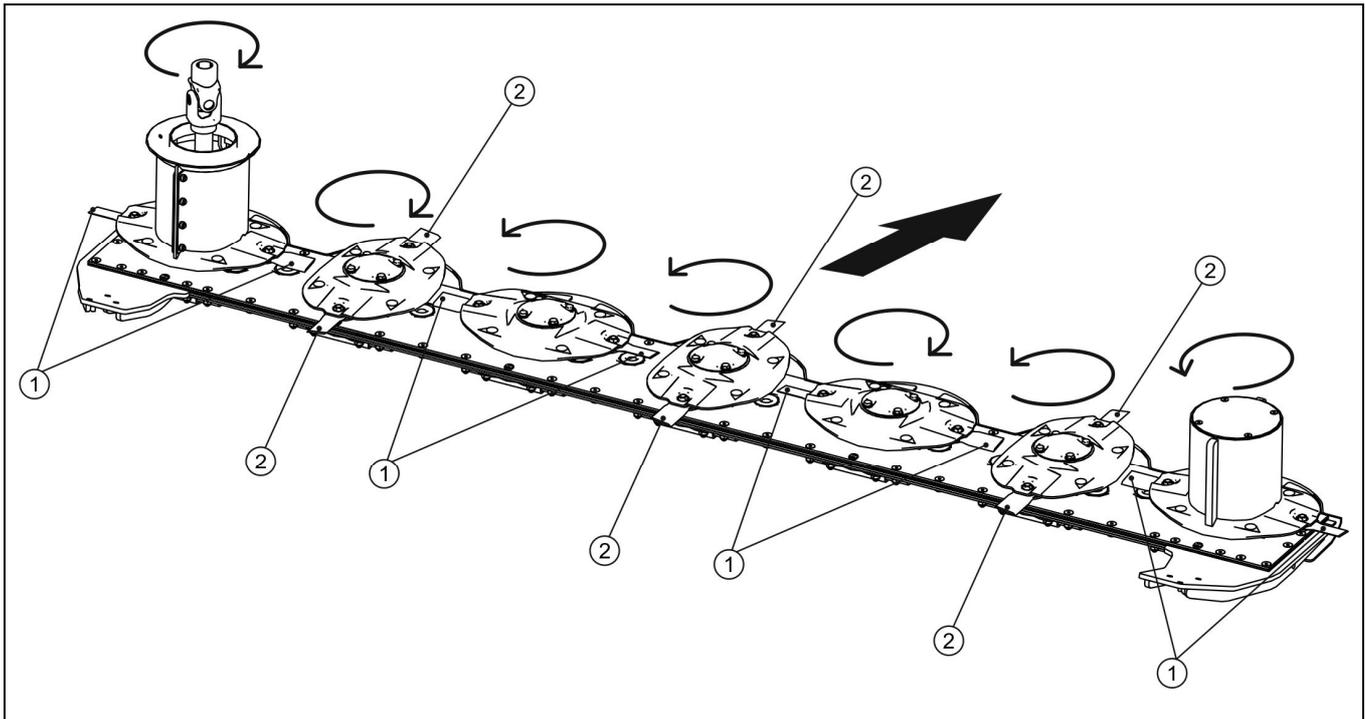

ABBILDUNG 5.2 Drehrichtung der Mähscheiben
(1) rechtes Schneidblatt, (2) linkes Schneidblatt
Aufgrund der unterschiedlichen Drehrichtung der Mähscheiben (ABBILDUNG 5.2) ist der Mähbalken mit rechten (A) und linken (B) Messern ausgestattet. Die Drehrichtung ist auf dem Messer angegeben.